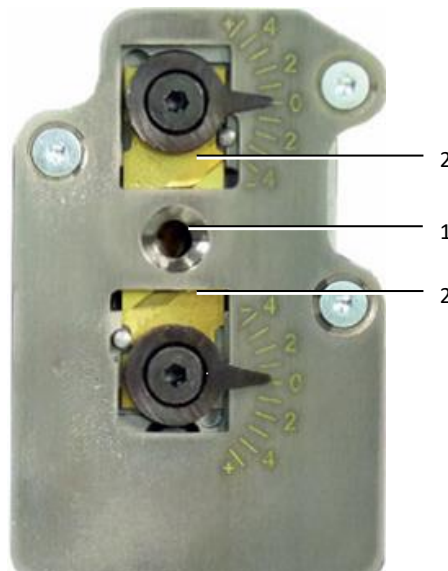

Fig. 24: Afisoleringsenhed
- Rengør området omkring hullet (fig. 24, pos. 1) med en pensel.
- Kontrollér knivene (fig. 24, pos. 2). Skift klingerne efter behov (sml. afsnit 8.3 „Udsiftning af afisoleringskniv“).